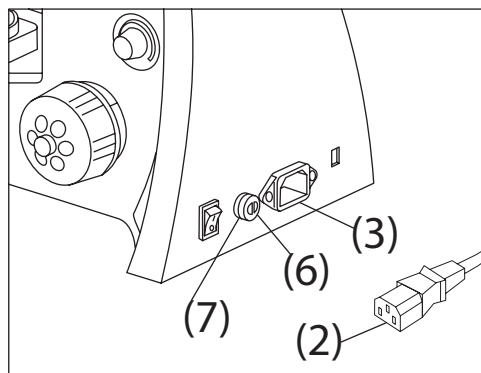

Figura 15.
b) Inserte los enchufes (2) en la toma de corriente (3) del microscopio de forma segura (Figura 15).